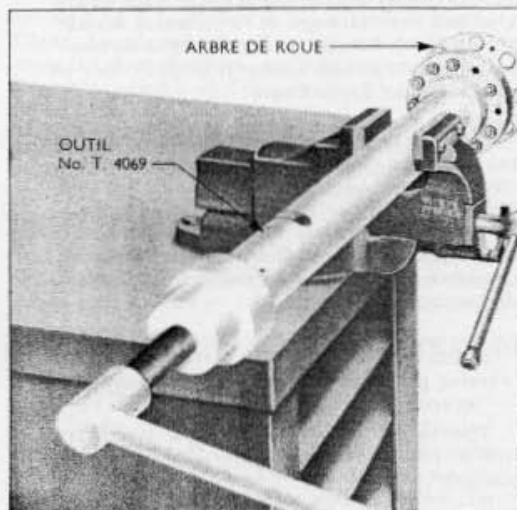

Fig. 7
7. Pour extraire l'arrêtoir de roulement, serrer l'outil N° T. 4069 dans un étau (fig.7), introduire l'arbre de roue dans l'outil et fixer l'arrêtoir de roulement à la bride de l'outil au moyens des écrous.
8. Agir sur la vis centrale au moyen de la grande clef, et extraire l'arrêtoir de roulement (fig.7). On peut alors extraire de l'arbre l'entretoise de roulement et séparer la cuvette de roulement et l'arrêtoir.